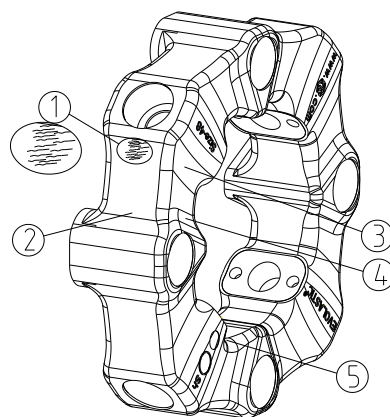

Bild 19: Sichtprüfung
- Das Elastomerteil an den in Bild 19 mit ①, ②, ③, ④ und ⑤ gekennzeichneten Bereichen auf Falten oder Risse prüfen. Eine Faltenbildung ist unproblematisch, kann aber je nach Anwendung langfristig zu Rissen führen. Sollten die Risse in den gekennzeichneten Bereichen die Grenze gemäß Tabelle 12 und mehr erreichen, muss das Elastomerteil ausgetauscht werden.